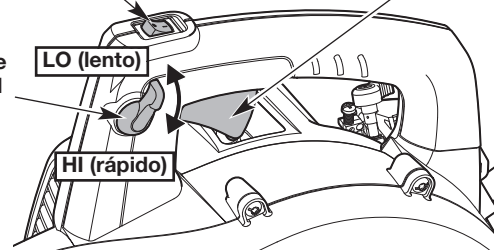

Fig. 3
NOTA: No hay necesidad de encender la unidad. El interruptor de encendido/apagado debe estar en la posición **Encendido (I)** en todo momento (Fig. 3).
2. Mueva el control de crucero a la posición **LO (lento)** (Fig. 3).
NOTA: Mantenga el control de crucero en posición **LO (lento)** y **NO presione el control del acelerador (Fig. 3) hasta el paso 7.**
7. Apriete y mantenga oprimido el control del acelerador o mueva el control de crucero a la posición **HI (rápido)** (Fig. 3).
2. Oprima y mantenga apretado el interruptor de encendido/apagado en la posición **Apagado (O)** hasta que el motor se pare por completo (Fig. 3).
- Use el control de velocidad para facilitar la operación continua (Fig. 3).